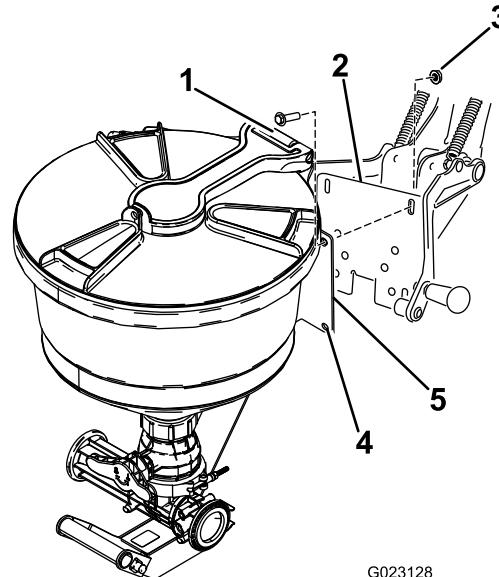

Bild 12
1. Flüchten Sie die Löcher in der Montageplatte des Ejektors mit den Schlitten im Stützrahmen der Wiege aus (Bild 12).